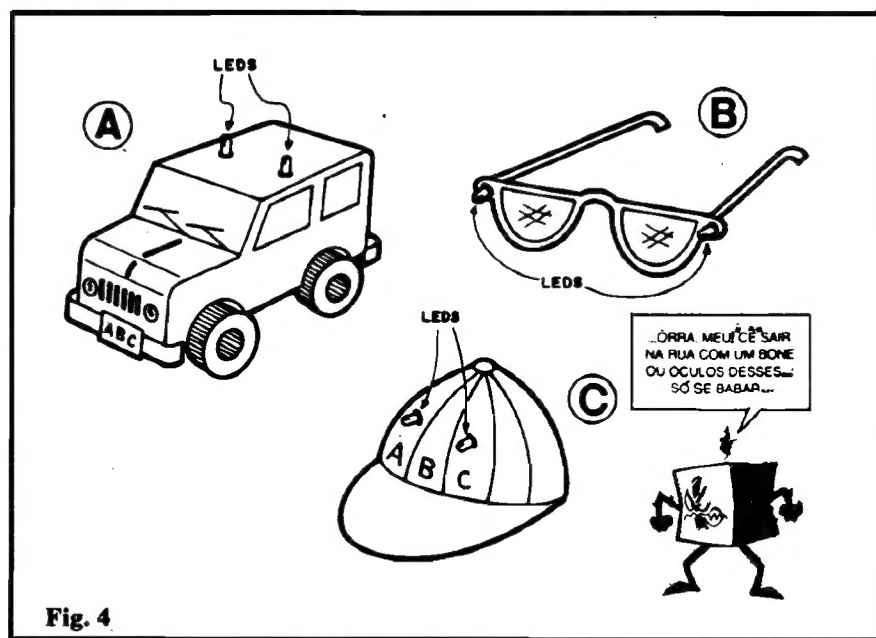

Fig. 4
- **FIG. 4** - Sugestões para instalação ou utilização do PISCA-PISCA ALTERNADO BICOLOR. Com um mínimo de bom senso e atenção nas ligações, tanto as pilhas quanto os próprios LEDs poderão situar-se fisicamente longe da barra com o circuito (basta fazer a conexão com fios finos e longos, isolados, cuidadosamente identificados quanto às suas polaridades e funções...). A figura dá algumas idéias (o Leitor/Aluno, colocando os neurônios em ação, encontrará "um monte" de possibilidades interessantes...):
- **4-C** - Sugestões parecida com a da fig. 4-B. Os LEDs podem ser instalados na parte frontal, superior ou pala de um boné ou chapéu. Circuito e pilhas podem ficar tanto dentro do próprio boné (condição básica: boné grande e...